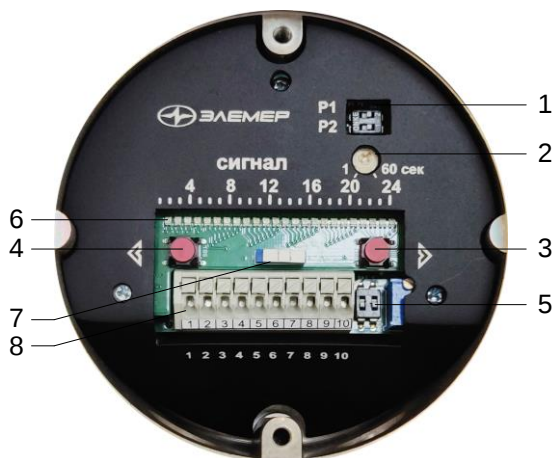

Рисунок 2.2 – Органы управления и индикации
2.3.4.2 Элементы индикации и управления вынесены на верхнюю плату «ЭЛЕМЕР-СТД-31-1» (рисунок 2.2).